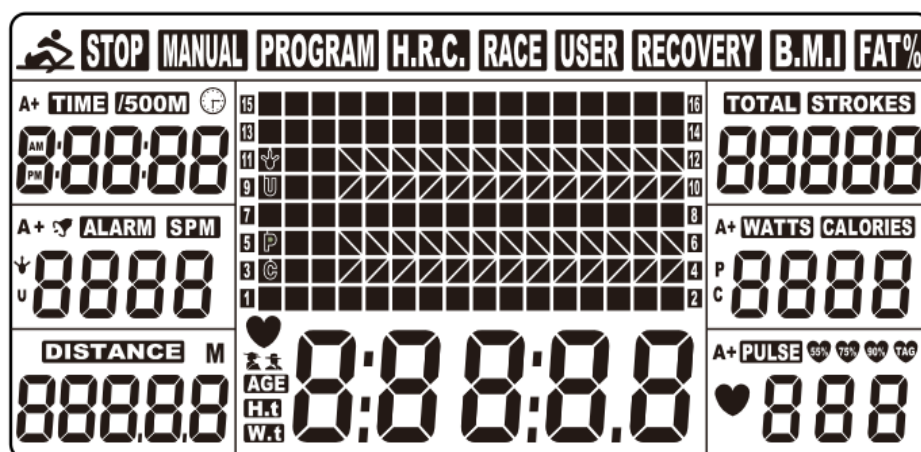

Fig. 1
1. Installer les 2 piles AA (incluses). Le compteur émet un signal sonore pendant 2 secondes (Fig. 1).